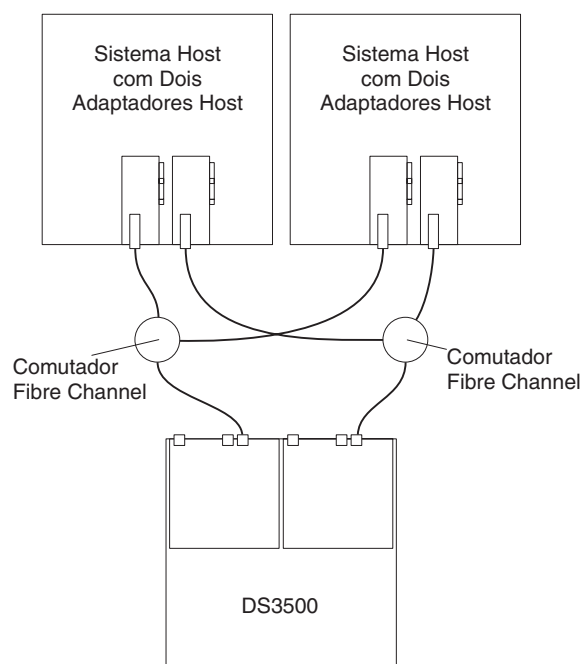

Figura 3-47. Exemplo de uma Configuração de Malha SAN Fibre Channel Dupla
- Configuração de malha SAN dupla, conforme mostrado na Figura 3-47 na página 3-40
Na Figura 3-47 na página 3-40, os comutadores Fibre Channel *não* estão conectados juntos através de um ISL. Cada comutador forma sua própria malha SAN. Esta configuração também é a configuração a ser